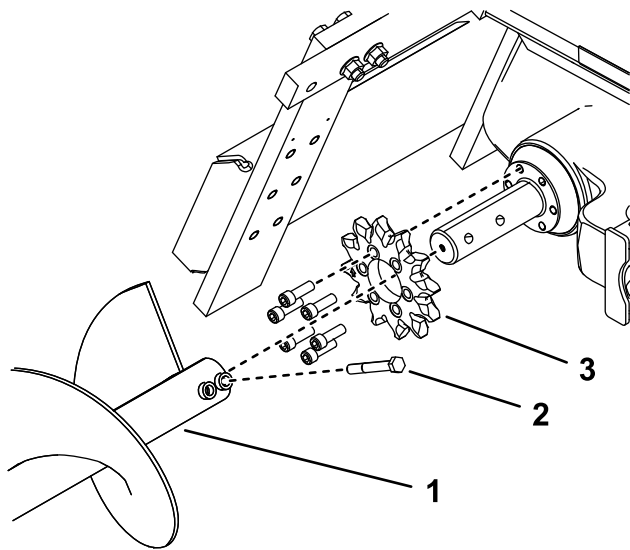

Figura 15
4. Retire a broca de detritos (Figura 15).
9. Retire os seis parafusos que prendem a roda motora de transmissão (Figura 15).
10. Retire e elimine a roda motora de transmissão (Figura 15).
12. Deslize a nova roda para o eixo como se mostra na Figura 15.
13. Aperte os seis parafusos na roda à mão (Figura 15).